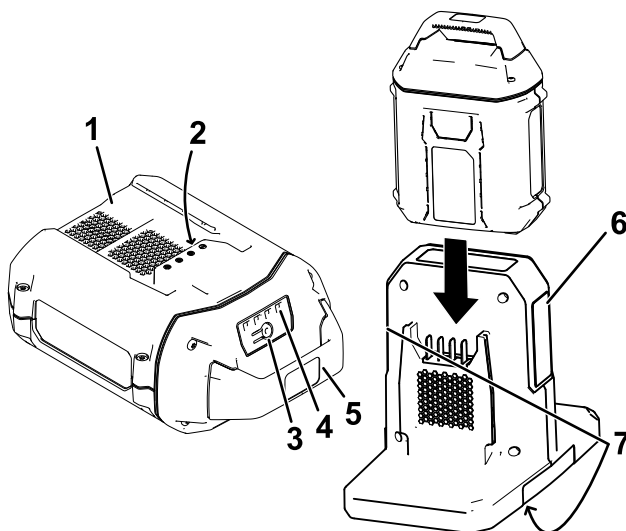

Figure 3
2. Alignez le creux de la batterie (Figure 3) sur la languette du chargeur.
3. Glissez la batterie dans le chargeur jusqu'à ce qu'elle soit bien enclenchée (**Figure 3**).